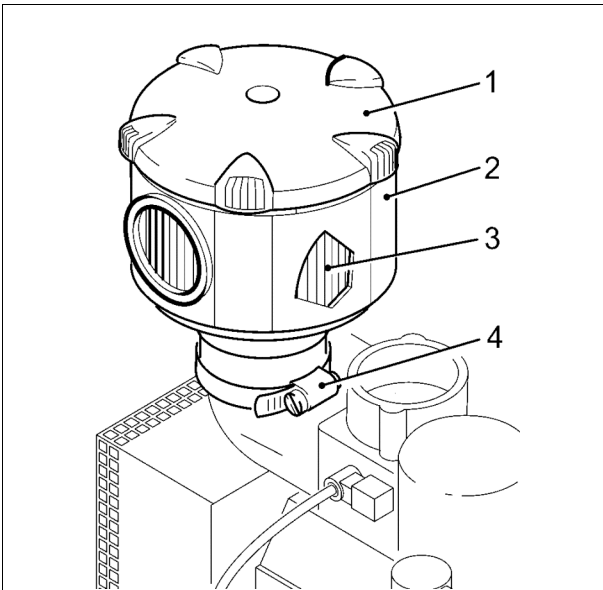

Bild 21 L15-L22
- Deckel Luftfiltergehäuse (- 1 - Bild 21) aufschrauben und abnehmen
- Luftfilterpatrone (- 3 - Bild 21) entnehmen und durch eine neue ersetzen
- Luftfilterpatrone in das Luftfiltergehäuse (- 2 - Bild 21) einbringen